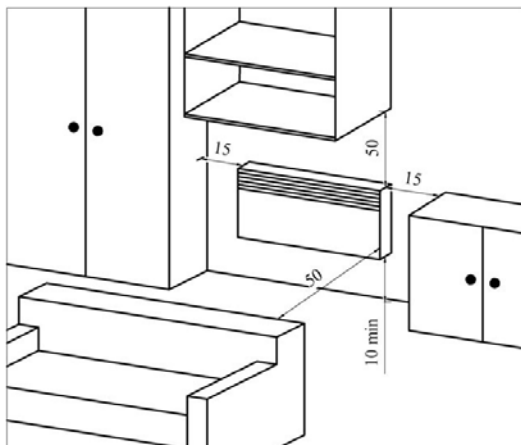

Abb. 3
- es ist erforderlich Mindestabstände für die Befestigung an der Wand einzuhalten, wie in Abbildung 3 (Abmessungen in cm) zu sehen ist